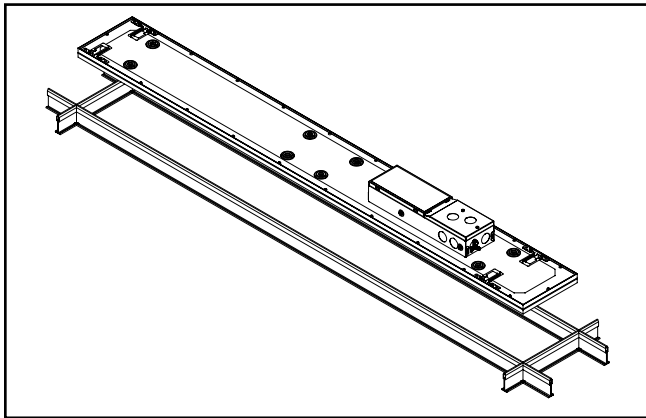

Figura 2.
5. Pase la luminaria a través de la grilla en un ángulo y luego colóquela en dicha grilla. (Figura 2)